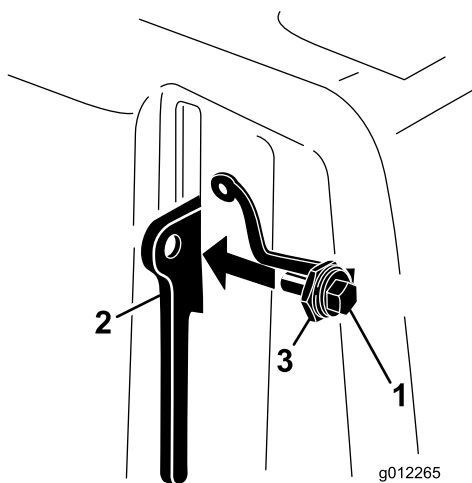

Figura 10
3. Enrosque el perno en la palanca del cierre (Figura 10).